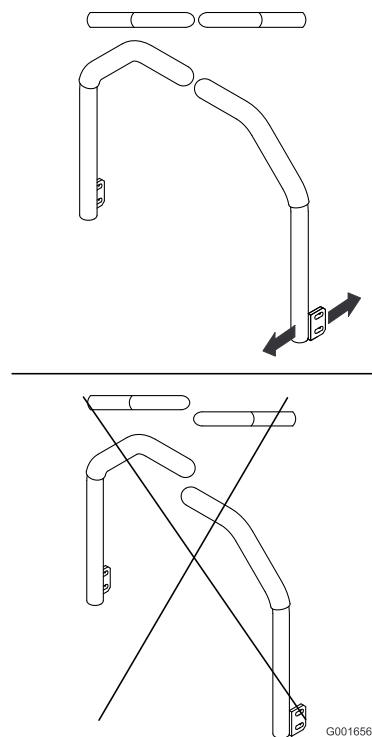

Figure 67
- Réglez les leviers de commande de sorte à les aligner (Figure 67) et serrez les boulons de fixation des leviers aux montants.